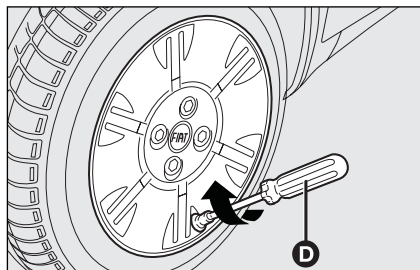

fig. 17
- visser de nouveau l'élément intérieur de la valve en se servant de l'outil **D-fig. 17**;